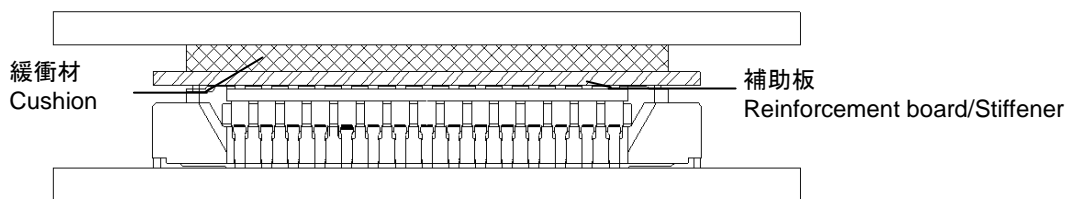

Fig.12 Mating with Cushion parts
- 4-3. FPCを使用の際は実使用中の衝撃により嵌合が外れる場合があります。緩衝材等により嵌合方向を押さえてください。(Fig..12)
- 4-3. In case of using FPC, please add Cushion parts to the right area to prevent pull out by shocks. (Fig.12)